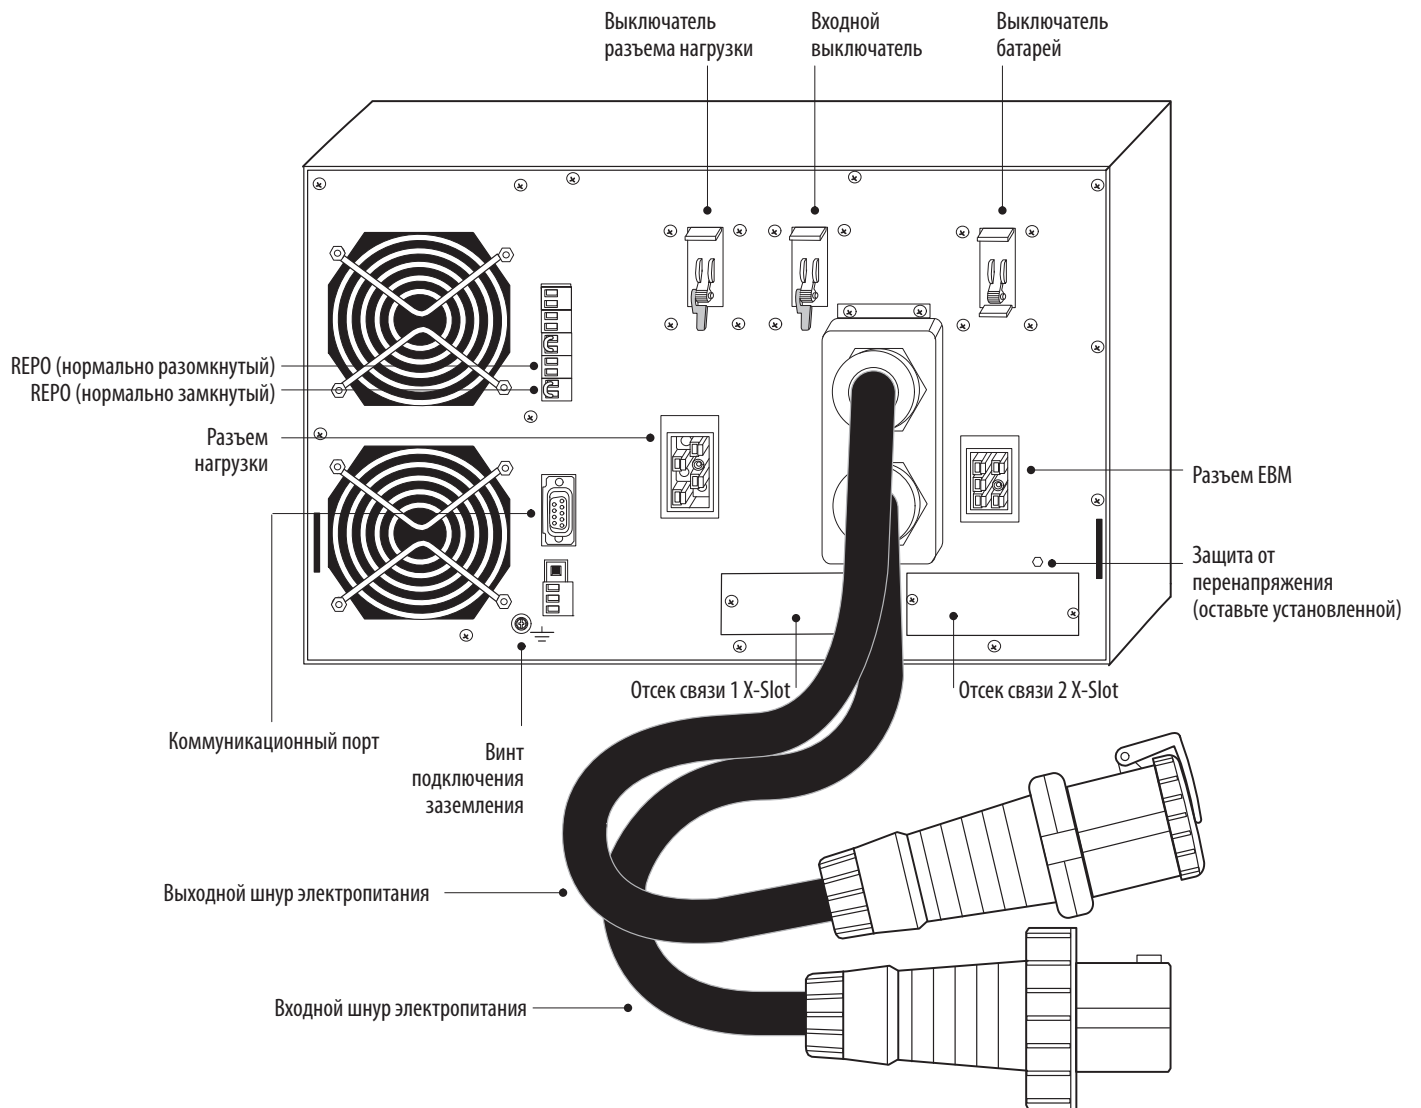

Рисунок 32. Задняя панель модуля BladeUPS (автономный ИБП с выходным шнуром электропитания IEC 309-60A)
1. Убедитесь, что выключатели, расположенные на задней панели ИБП, находятся в положении OFF (O) (см. рисунок 32 на странице 33).
**ПРИМЕЧАНИЕ** Компания Eaton рекомендует установку платы Powerware Hot Sync CAN Bridge в отсек связи X-Slot (см. рисунок 32 на странице 33), оставив отсек связи 1 доступным для других типов плат X-Slot.